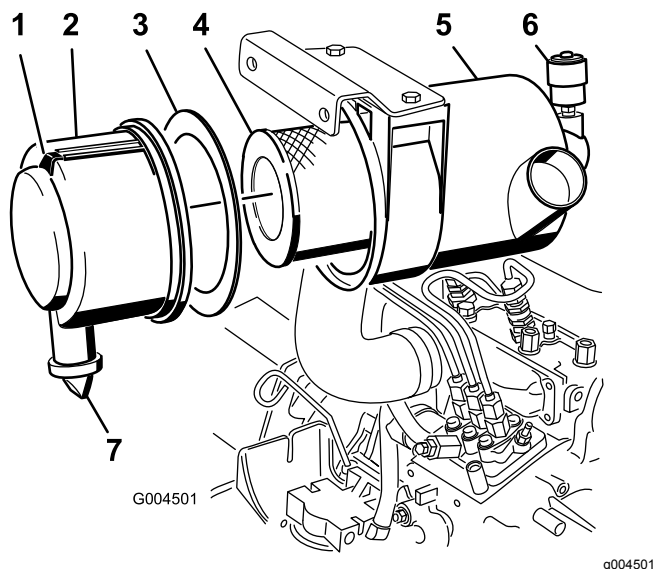

Figure 54
2. Faites l'entretien du filtre à air quand l'indicateur de colmatage (Figure 54) est rouge ou toutes les 400 heures (plus fréquemment si vous travaillez dans une atmosphère extrêmement poussiéreuse ou sale). N'effectuez pas l'entretien du filtre à air trop souvent.
1. Tirez le verrou vers l'extérieur et tournez le couvercle du filtre à air dans le sens antihoraire (Figure 54).
2. Déposez le couvercle du corps du filtre à air (Figure 54).
4. Déposez et remplacez le préfiltre (Figure 54).
6. Vérifiez que le joint en mousse est en place dans le couvercle et qu'il n'est pas déchiré ou endommagé (Figure 54).
- A. Retirez la valve de sortie en caoutchouc du couvercle (Figure 54).
10. Réarmez l'indicateur de colmatage (Figure 54) s'il est rouge.